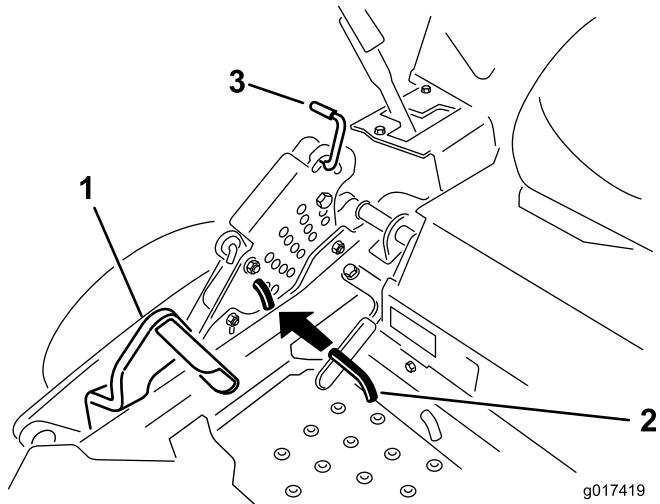

Bild 74
5. Drücken Sie das Mähwerkhubpedal ganz nach vorne; das Mähwerk rastet in der 14-cm-Transportstellung ein (Bild 74).